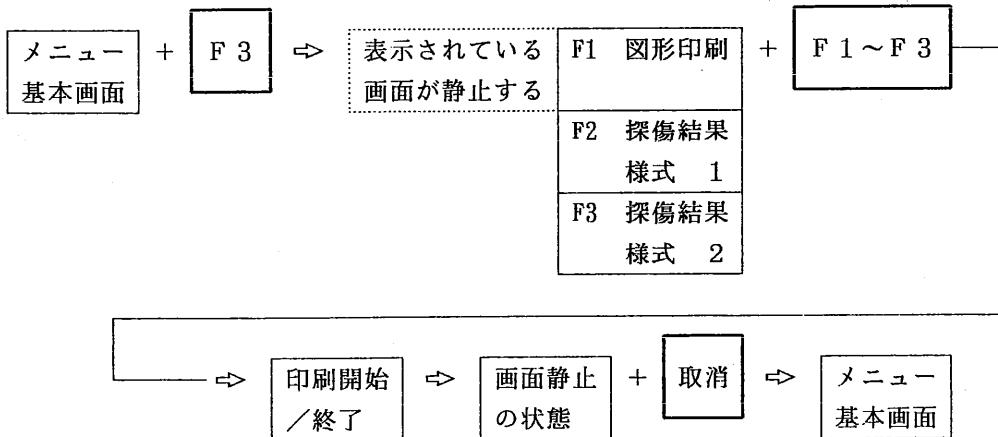

図 6.2.19 表示器上の图形印刷の方法
- ① メニュー基本画面が表示されているとき、選択キー [F 3] を1回押すと、表示器上の図形は静止し、メニューエリアには図 6.2.19 に示す選択メニューが表示されます。
- ② 印刷を必要とする印刷様式に従って、選択キー [F 1 ~ F 3] を1回押して図形印刷を選択します。表示器に表示されている探傷图形や周波数分析結果だけが印刷されます。印刷が終了すると、静止画面の状態のままになります。
- ③ 静止画面の状態を解除する時は、取消キーを1回押します。